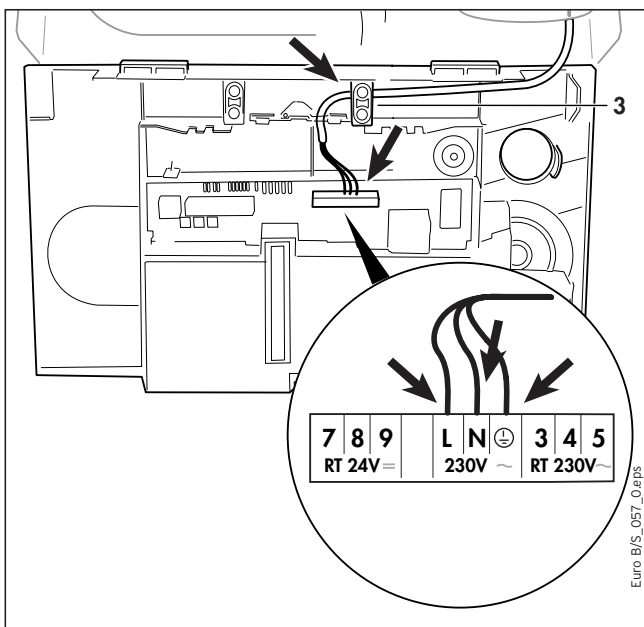

Рис. 3.15 Прокладка кабеля
- Отожмите зажимы задней крышки распределительной коробки (1) в местах (2) и снимите заднюю крышку.
- Проложите сетевой кабель, как показано на рис. 3.15.